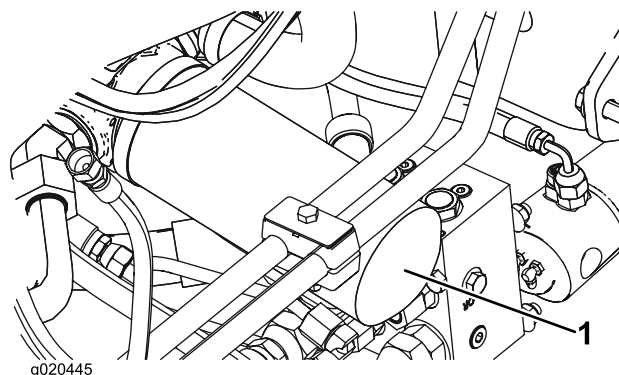

図 73
2. フィルタ容器の周辺をウェスできれいにぬぐう。フィルタの下に廃油受けを置いてフィルタを外す 図 73。